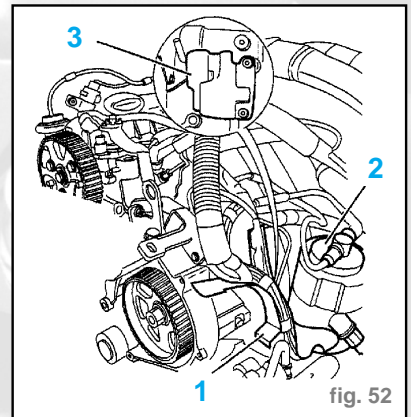

fig. 52
- Écarter le support faisceau (1) (fig. 52).